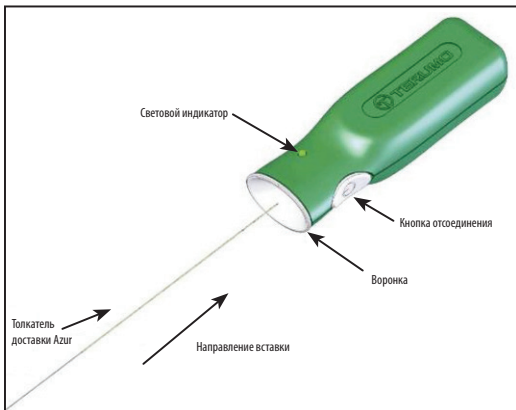

Рисунок 4. Контроллер отсоединения Azur
12. Раскройте пакет с сосудистым окклюдером Azur и удалите с пакета упаковочное кольцо. Перед использованием устройства удалите клин и упаковочное кольцо. Удерживая имплантируемый сосудистый окклюдер Azur и интродьюсер на месте, вытяните толкатель из упаковочного кольца так, чтобы показался проксимальный конец толкателя доставки. Будьте осторожны, чтобы не избежать загрязнения этого конца толкателя доставки посторонними веществами, такими как кровь или контрастное вещество. Плотно вставьте проксимальный конец толкателя доставки в секцию с воронкой контроллера отсоединения Azur. См. рисунок 4. **Не нажимайте кнопку отсоединения в это время.**
31. Подсоедините проксимальный конец толкателя доставки к контроллеру отсоединения Azur, надежно вставив проксимальный конец толкателя доставки в секцию с воронкой контроллера отсоединения Azur. См. рисунок 4.